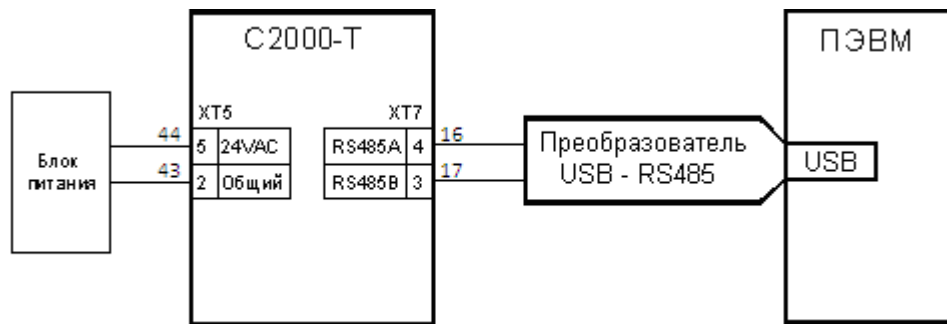

Рисунок 68. Схема для конфигурирования прибора
2.2.1 Запись в прибор программируемых параметров (конфигурирование) возможно как в составе системы, так и предварительно, в лаборатории КИП инсталлятора. При конфигурировании в составе системы рекомендуется обесточить силовое оборудование. Для конфигурирования в лаборатории КИП можно использовать схему, изображенную на рис. 68. При конфигурировании прибора подключать датчики и исполнительные механизмы не обязательно. Прибор «С2000-Т исп.01» можно также конфигурировать с помощью кнопочной клавиатуры и ЖКИ дисплея лицевой панели.
- Собрать схему согласно рис. 68.